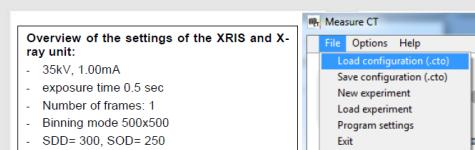
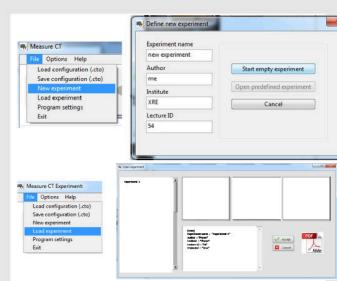

Рис. 4:
Рис. 5: Как создать новый или открыть существующий эксперимент
- Отрегулируйте настройки XRIS и рентгеновской установки в соответствии с рис. 4 или загрузите конфигурацию из заранее определенного файла СТО 'Эксперимент 5' (см. рис. 5).
- Начните новый эксперимент, дайте ему уникальное имя и введите свои данные (рис. 5). В качестве альтернативы можно также загрузить этот эксперимент с заранее записанными изображениями и открыть это руководство. Правильная конфигурация будет загружена автоматически, но функциональные возможности программы будут ограничены, чтобы избежать перезаписи существующих данных.